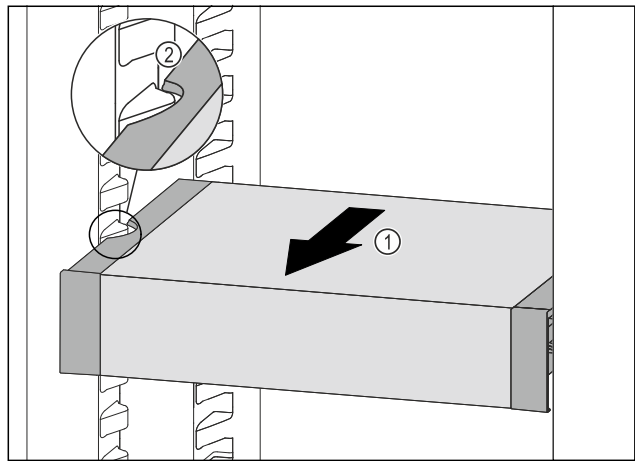

Fig. 131
- Tirer le VarioSafe vers l'avant Fig. 131 (1) jusqu'à ce que les encoches latérales du VarioSafe se trouvent au niveau de la nervure du bac dans la partie réfrigérateur. Fig. 131 (2)